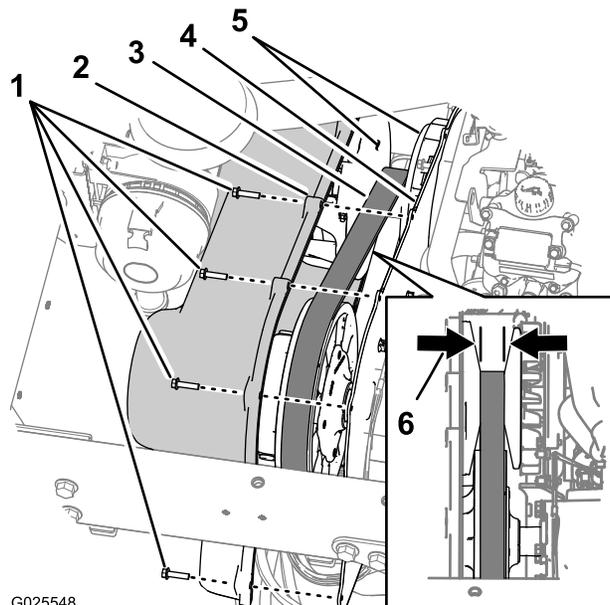

図 73
1. トランスミッションカバーをトランスミッション取り付けプレートに固定している六角ワッシャねじ9本1/4 x 1インチを外す 図 73。
2. 駆動ベルトが見える位置までカバーを前方にずらす 図 73。
3. 一次クラッチのテーパ面に破損の兆候がないか点検する 図 73。
4. 駆動ベルトの Cog 歯が欠けていたり破損したりしていないか点検する 図 73。
5. ベルトの幅を測定し、その値を記録する 図 73。
注 ベルトの幅が 29.5 mm 以下になっている場合にはベルトを交換してください 図 73。
6. トランスミッションカバーの穴を、取り付けプレートの穴に合わせる 図 73。
7. カバーを取り付けプレートに固定する 図 73 ステップ 1 で取り外した六角ワッシャねじ9本1/4 x 1インチを使用し、10.212.4Nm1.01.3kg.m = 90110in-lbにトルク締めする。